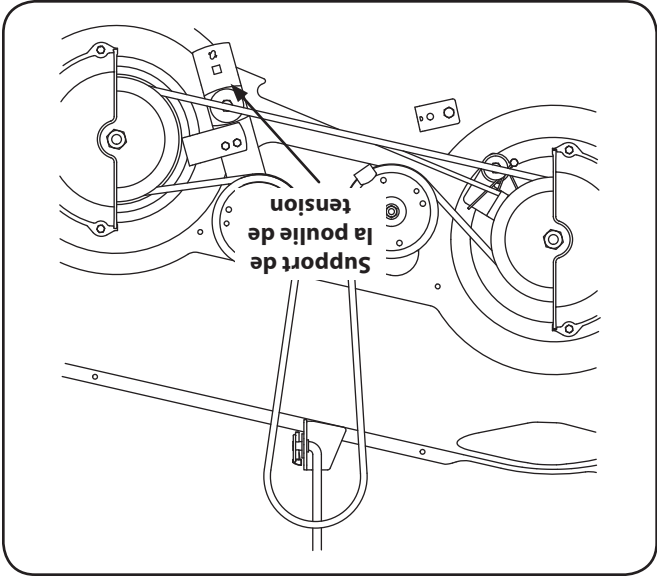

Figure 7-3
- b. Raccordez les barres de relevage du plateau de coupe. Voir la Figure 7-3.
6. Sortez la goupille de support du plateau de coupe pour déloger le plateau de la tringle de relevage. Voir la Figure 7-3.